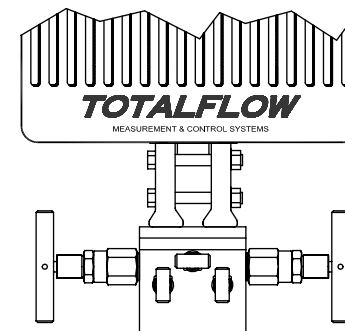

Figura 3 (Montagem típica do manifold)
5. Acople o manifold à parte inferior da unidade; **NORMALMENTE**, a porta direita da unidade é de alta pressão (lado para cima). Verifique se o número do modelo AMU é projetado para fluxo da esquerda para a direita (4CYC) ou da direita para a esquerda (4AYC). Você pode também procurar H ou + (lado alto) e L ou - (lado baixo), no transdutor. Para os tubos de montagem direta, a direção é muito importante. (Ver Figura 3 para obter uma configuração típica do sistema de manifold).